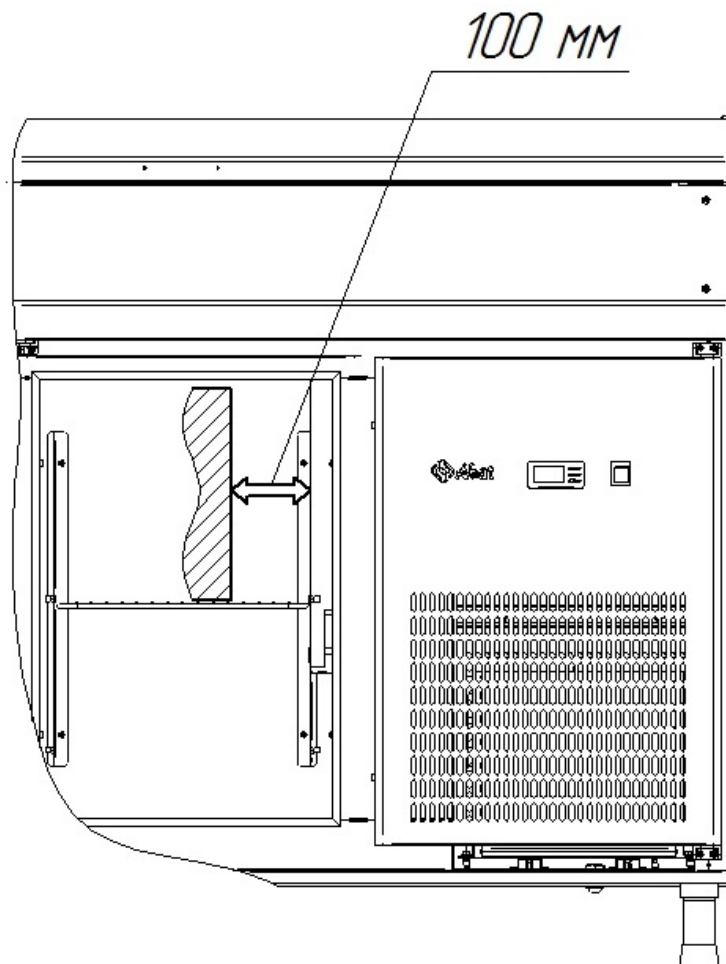

Рис.2. Расстояние между продуктами на крайней правой полке и вентилятором испарителя.
- линию загрузки полок холодильного стола (прилавка) продуктами ограничивать площадью полок, расстояние между продуктами и вышестоящей полкой должно быть не менее 50 мм, а расстояние между продуктами на крайней правой полке и вентилятором испарителя не менее 100 мм (см. рис. 2);